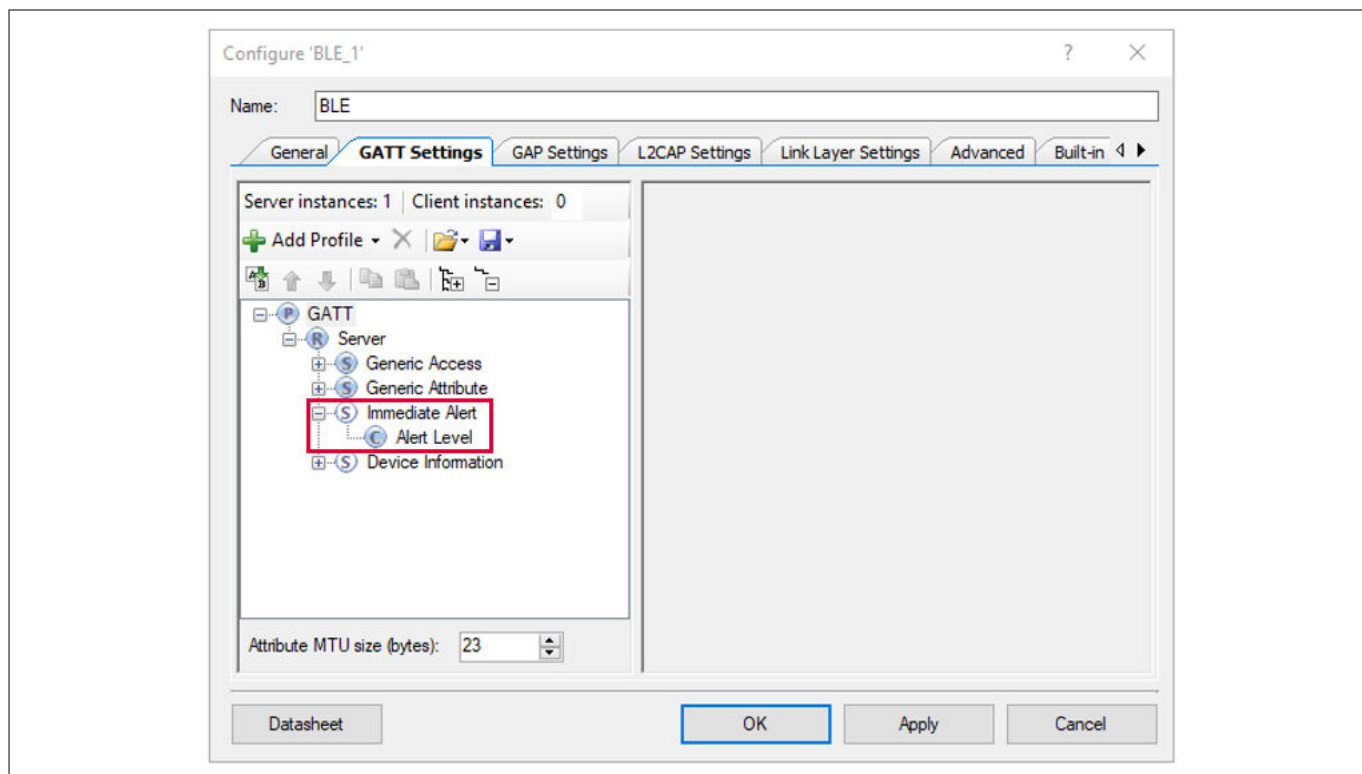

図 28 Bluetooth® LE コンポーネントの即時アラート サービスを追加
- **Find Me > Find Me Target (GATT Server)** オプションを選択します。このように、GAP ペリフェラル ロール プロファイルをセットします。メニューが閉じると、図 28 に示すように「**Immediate Alert**」という新しいサービスが現れることにご注意ください。